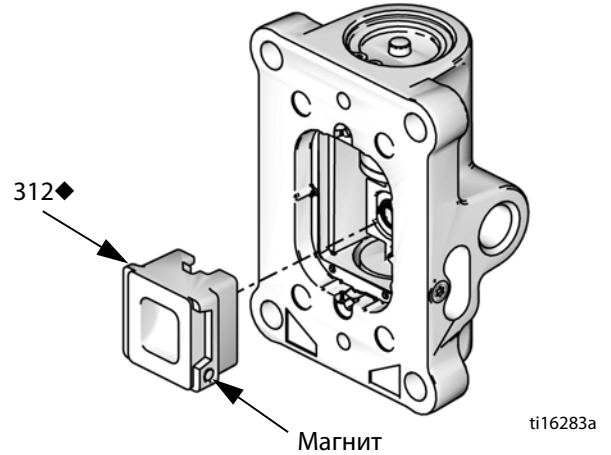

Рис. 15. Установка чашки воздушного клапана
7. Установите пружину (311♦). Смажьте и установите чашку воздушного клапана (312♦), см. Рис. 15. Совместите небольшой круглый магнит с впускным отверстием для воздуха.